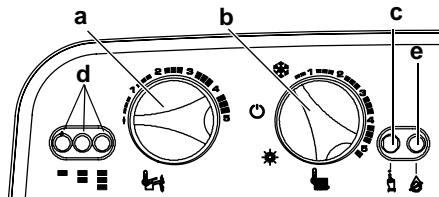

Fig. 5.51 Tablero de mandos
- 1 Coloque las llaves **a** y **b** como se indica en la Fig. 5.51
- 3 Pulsar el botón de restablecimiento **c**, Fig. 5.51 de forma repetida (3 veces) hasta que los indicadores luminosos de señalización **e** muestren una secuencia como la de Fig. 5.47.